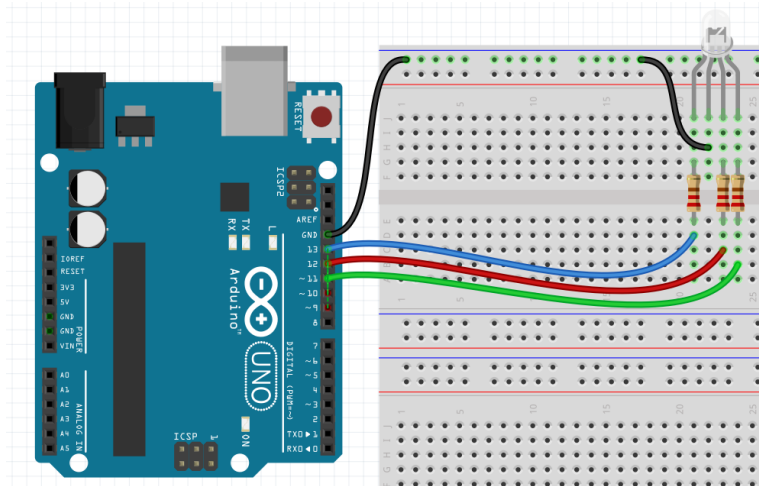

Рис. 1.4. Схема підключення світлодіода RGB до плати Arduino
6. Ознайомитися зі схемою підключення світлодіода RGB до плати Arduino (рис. 1.4). Зібрати її на макетній платі. Використати резистори 220 Ом.